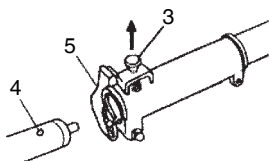

Fig. 2
2. Asegúrese de que el pasador (3) se introduce adecuadamente el orificio (4) del tubo y de que éste no se suelta. (Fig. 2)
3. Ajuste la tuerca del asa (5) firmemente. (Fig. 2)